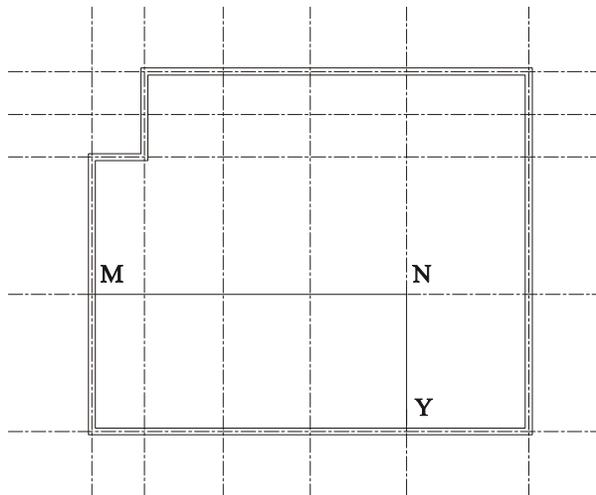

图 9-1-8
- (1) 将墙体线层设置为当前层。
- (2) 使用绘制多段线命令 PLINE 绘制如图 9-1-8 所示的内墙中轴线。
// 打开捕捉功能，单击如图 9-1-8 所示的 M 点
// 单击如图 9-1-8 所示的 N 点
// 单击如图 9-1-8 所示的 Y 点